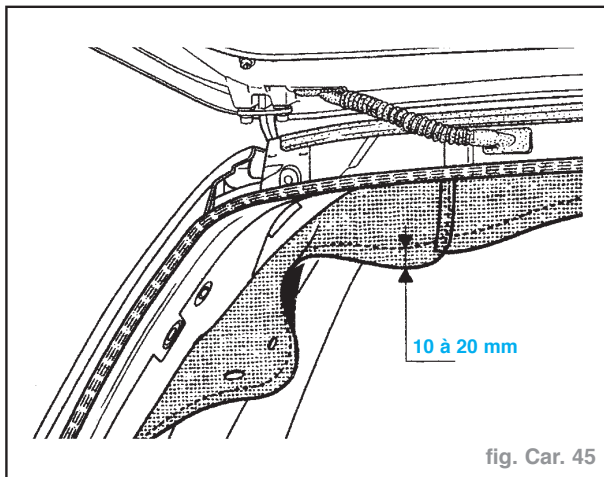

fig. Car. 45
- Tendre le tissu pour faire dépasser la partie arrière du garnissage de **10 à 20 mm** par rapport à la baie de hayon (fig. Car. 45).